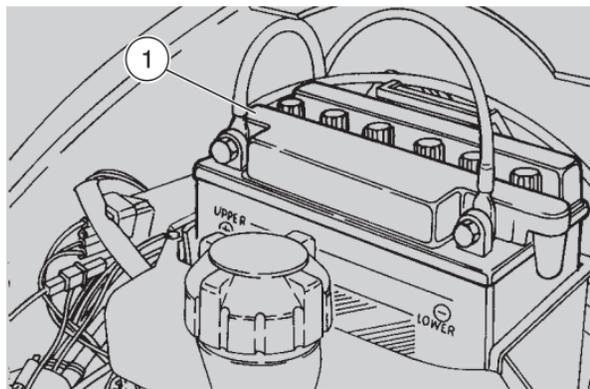

Fig. 51
BATTERIA (Fig. 51)
- estrarre la batteria (1-Fig. 51);